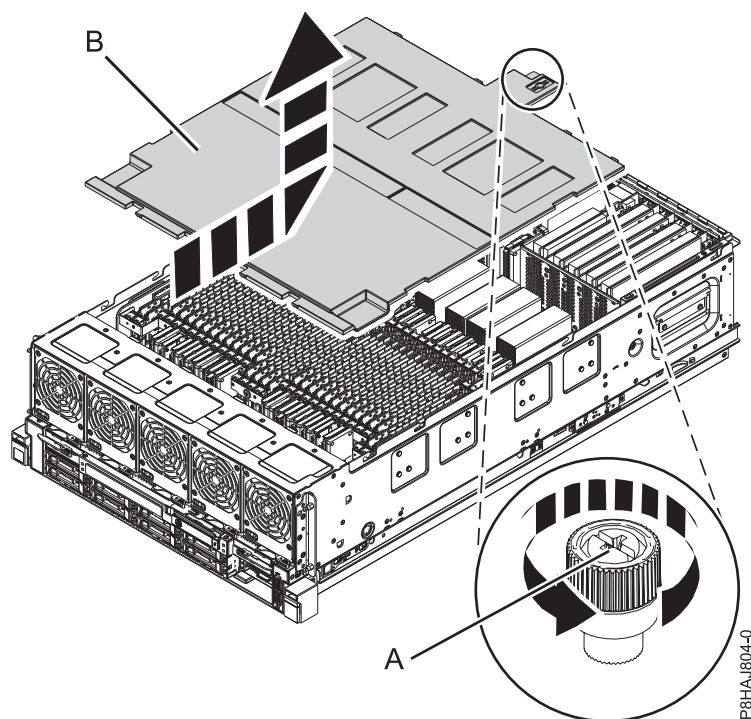

Figura 40. Extracció de la coberta de seguretat
2. Afluïeu el cargol de mà (A) que hi ha a la part posterior de la coberta fent-lo girar en la direcció que es mostra a la Figura 40 a la pàgina 81.
3. Desplaceu la coberta de seguretat (B) cap a la part posterior del sistema. Quan la part frontal de la coberta deixi al descobert la lleixa del marc superior, aixequen la coberta fins treure-la del sistema.